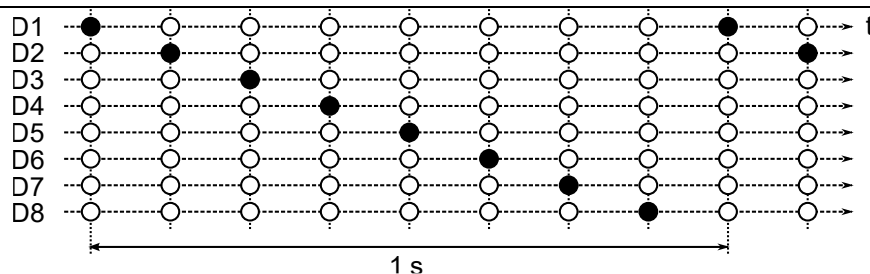

Figure 3: Motif de chenillard à réaliser dans T1Pd\_timer2
- 2) Ecrire un programme permettant d'allumer les LEDs suivant le motif de chenillard, avec une période d'exactly une seconde (comme représenté en Fig. 3).
- 2) Ecrire un programme permettant d'allumer les LEDs suivant le motif de chenillard, avec une période d'exactly une seconde (comme représenté en Fig. 3) utilisant une interruption sur TMR2IF.